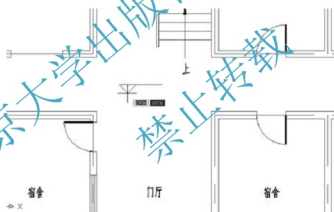

图 3.103 确定“标高”图块的位置
(3) 在指定插入点或 [基点(B)/比例(S)/旋转(R)/预览比例(PS)/预览旋转(PR)]: 提示下, 在如图 3.103 所示处单击, 将“标高”图块插入该位置。